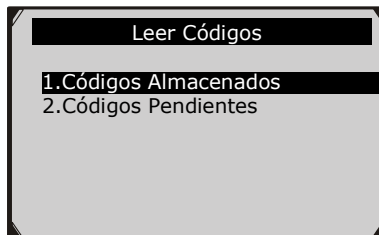

Figura 6.4
- 2) Use el botón de desplazamiento **ARRIBA/ABAJO** para seleccionar los **Códigos Almacenados** o **Códigos Pendientes** desde el menú **Leer Códigos** y presione el botón **OK**. (Figura 6.4)